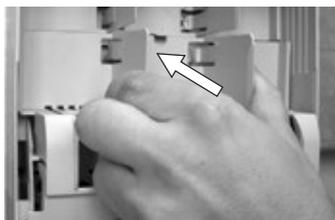

Figura 9
- Mova a proteção de terminais até a base até que seu grampos se prendam (Figura 9).